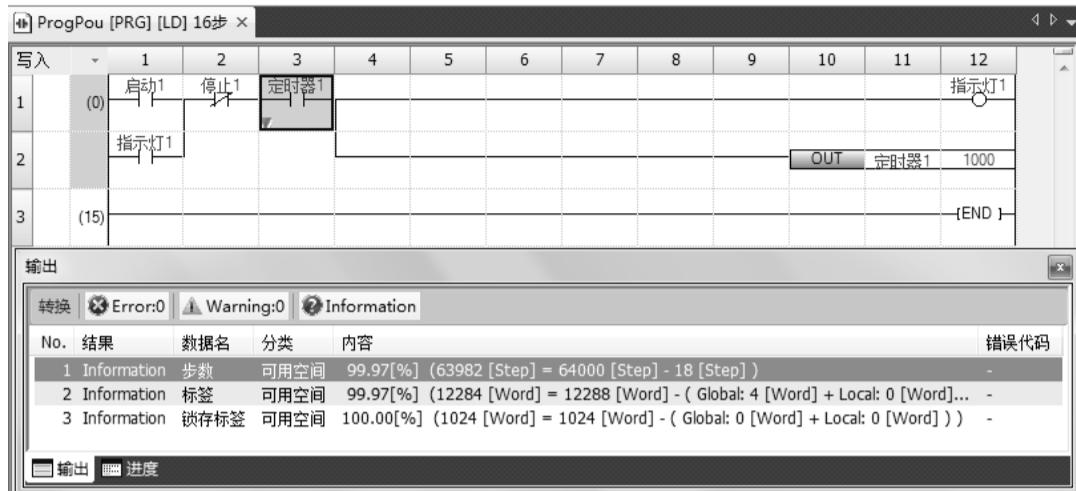

图 1-4-41 梯形图程序转换画面（1）
① 选择菜单中的“转换”→“转换”或“全部转换”。
② 执行转换后，即确定已输入的梯形图，完成后画面的灰色显示变为白色，如图 1-4-41 所示。